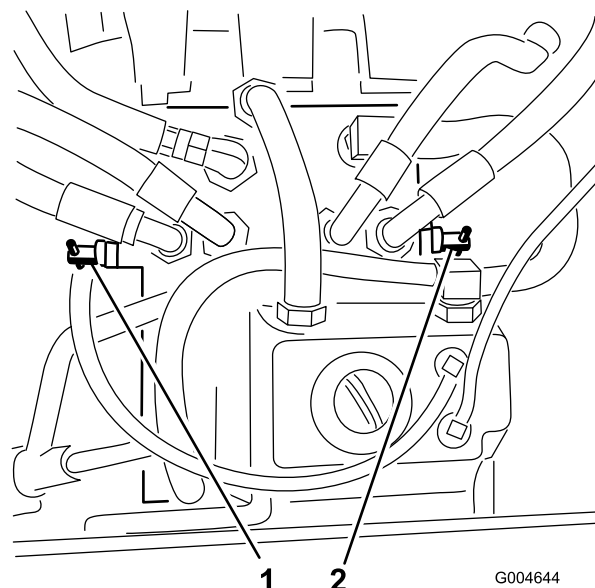

Figura 28
3. Rode cada válvula de derivação no sentido contrário aos ponteiros do relógio 1 volta (Figura 28).
Rode cada válvula de derivação 1 volta no sentido dos ponteiros do relógio e aperte-as à mão (Figura 28).